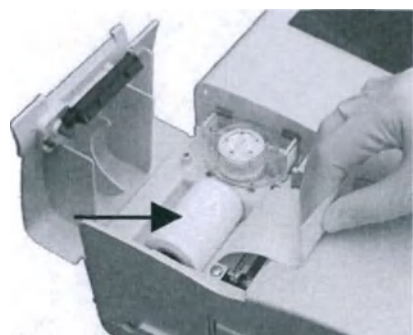

Рис.2-12 Установка бумаги для принтера
- Потяните за конец бумаги вверх-наружу лотка (Рис.2-12).